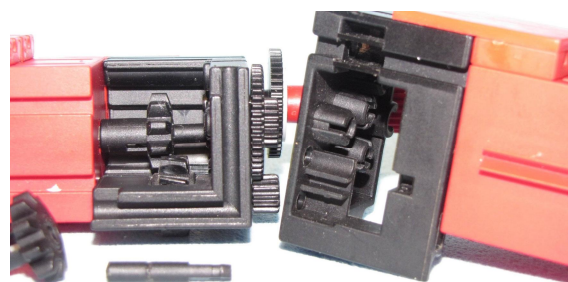

Abb. 8
- Nur den Achsstummel im Vordergrund braucht man, um den XM-Motor am Stufengetriebe zu betreiben. Die umlaufende Nut sorgt fürs Einrasten. Rechts die Befestigung der Gehäuse mittels BS5 und V-Platte (Abb. 8).